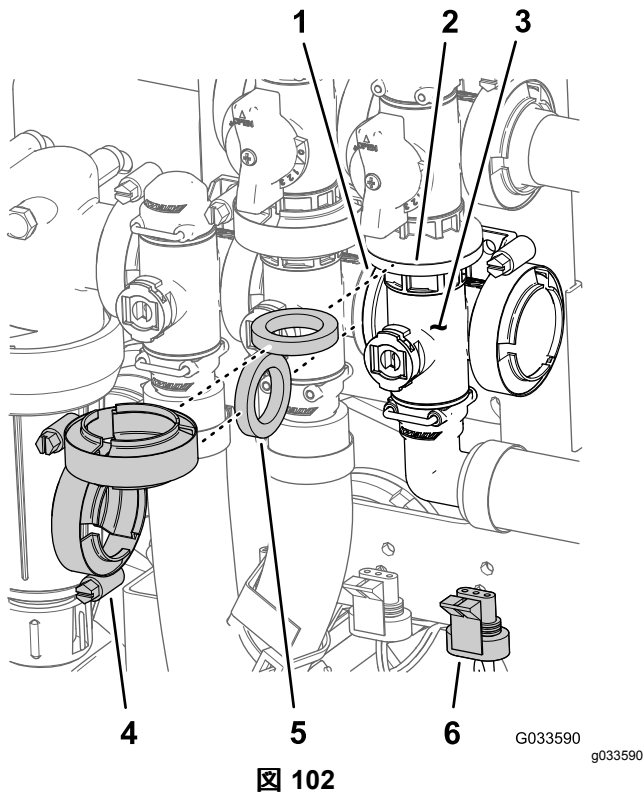

図 102
1. マスターブームバルブ用のマニホールド 図 102 をマスターブームバイパスバルブ、攪拌バルブおよびフランジ付き 90° エルボ フローメータ用ホースの端部にある に固定しているフランジクランプとガスケットを外す。